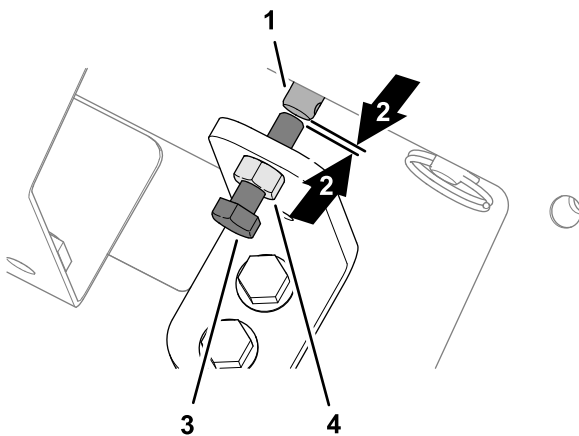

Figura 33
1. Desaperte a porca de retenção no suporte de sobreposição manual (Figura 33).
2. Rode o parafuso de cabeça sextavada de sobreposição da válvula no sentido contrário ao do relógio até ver uma pequena folga entre a extremidade do parafuso e a extremidade da haste do solenoide da velocidade de deslocação (Figura 33).
3. Aperte a porca de bloqueio (Figura 33).